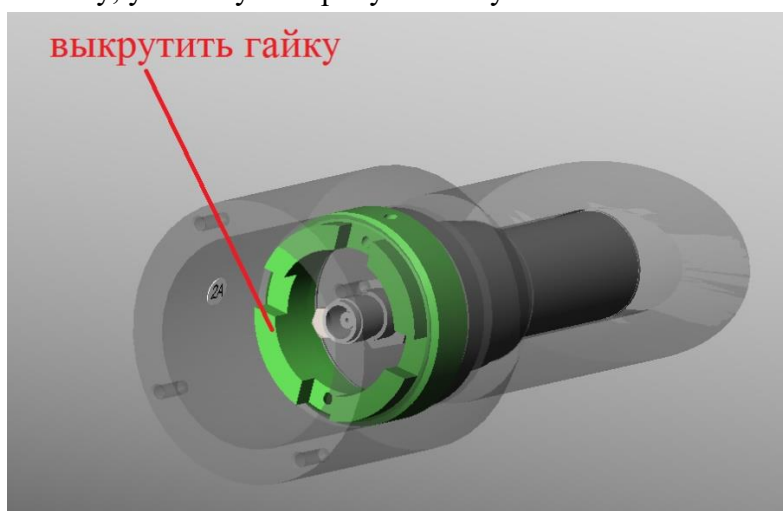

Рисунок 40 – гайка
4.2.2.6 Открутить гайку, указанную на рисунке Рисунок 40.